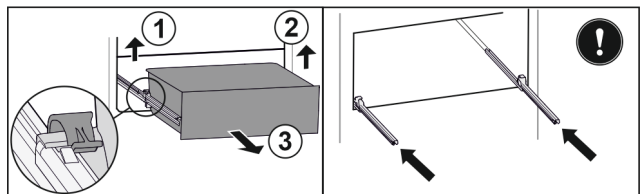

Fig. 197
- ▶ Приподнимите левый зажим и одновременно вытяните движением вперед выдвижной ящик слева. Fig. 197 (1)
- ▶ Приподнимите правый зажим и одновременно вытяните движением вперед выдвижной ящик справа. Fig. 197 (2)
- ▶ Извлеките выдвижной ящик движением вперед. Fig. 197 (3)